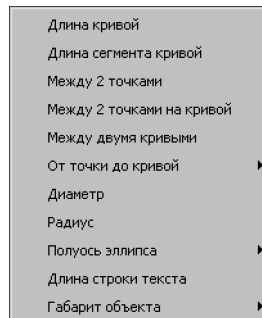

Рис. 16.5. Меню Геометрического калькулятора
7. Вызовите контекстное меню в поле длины первой оси эллипса. Это меню содержит команды геометрического калькулятора для задания длины (рис. 16.5).